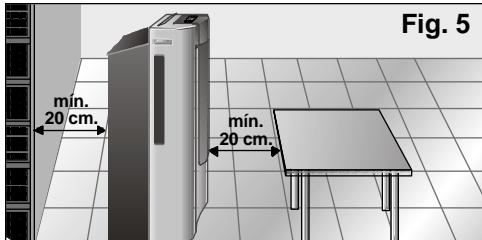

Fig. 5
- ❑ Por segurança, antes de ligar o seu equipamento é necessário que este esteja separado pelo menos 20 cm de qualquer superfície próxima, Fig. 5.